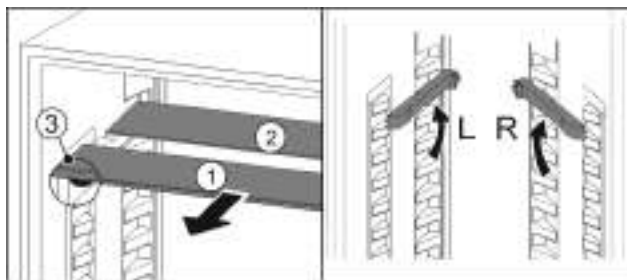

Fig. 168
- ▶ По одной извлеките Fig. 168 (1) стеклянные панели движением вперед.
- Стеклянная панель Fig. 168 (1) с декоративной планкой лежит спереди.
- Стопоры Fig. 168 (3) показывают вниз.